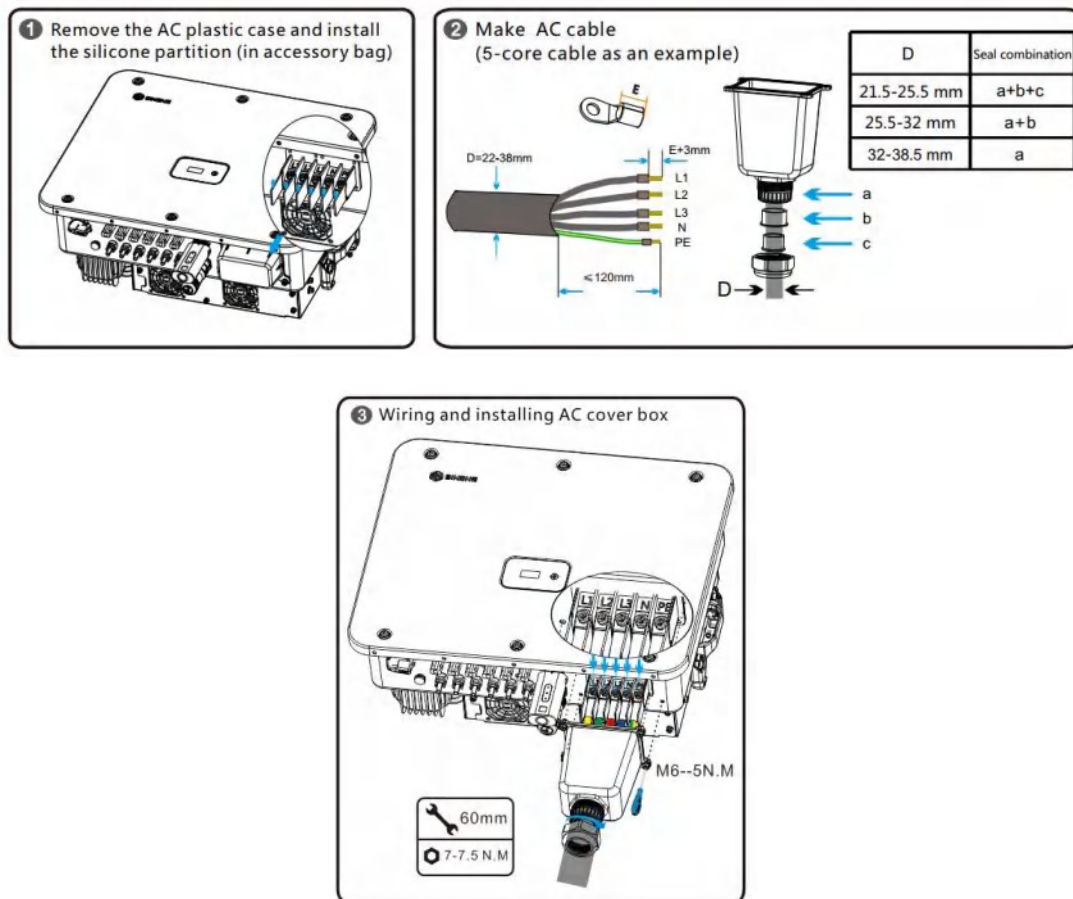

Figura 3-2 Schema di installazione del cavo CA
- (1) Rimuovere il coperchio protettivo in plastica all'esterno del terminale CA (non gettare le viti 4*M6, che verranno utilizzate in seguito) e installare i divisori contenuti nella confezione degli accessori.
- (2) Dopo aver fatto passare il cavo CA attraverso il pressacavo (scegliere l'anello di tenuta del pressacavo adeguato in base al diametro del cavo), preparare il cavo CA, spellarlo e crimpare il terminale come illustrato nella fase 2 della Figura 3-2.
- (3) Utilizzare un cacciavite a croce per fissare il cavo CA al terminale. La coppia di serraggio raccomandata è di 5 N·m.
- (4) Fissare la scatola di protezione CA sul telaio con le 4 viti M6 descritte nel passaggio 1.
- (5) Serrare il dado del pressacavo con una chiave da 60. La coppia di serraggio consigliata è di 7-7,5 N·m.